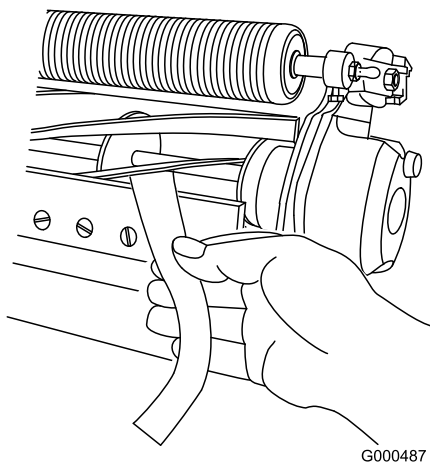

Рисунок 11
11. Проверьте режущие способности блока, вставив длинную полоску специальной бумаги Toro (деталь №125-5610) между барабаном и неподвижным ножом, перпендикулярно неподвижному ножу (Рисунок 11). Медленно вращайте барабан вперед. При этом бумага будет разрезаться.